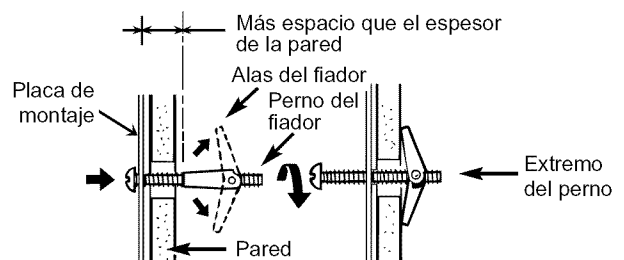

Figura 27
4. Fije la placa a la pared. Para usar los pernos con cabeza del fijador: Quite las cabezas con los fijadores. Inserte los pernos en la placa de montaje y vuelva a colocar las cabezas con los fijadores luego de pasar los pernos por los agujeros de 3/4". Inserte las cabezas con fijadores en la pared para montar la ménsula. Puede tirar hacia delante la ménsula para ayudar a ajustar los fijadores. Ajuste todos los pernos. Vea la **Figura 27**.